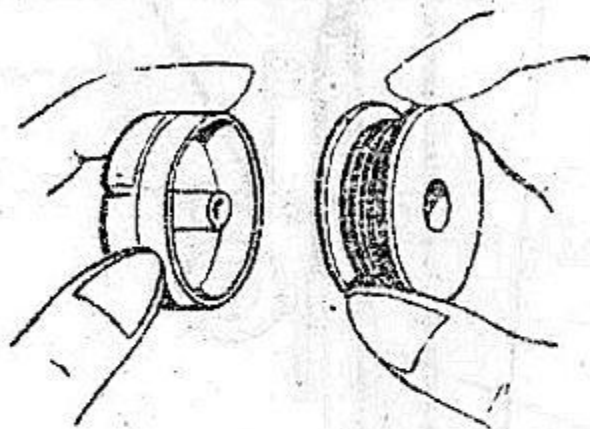

Рис. 5
6.5. Заправка нитки в шпульном колпачке (рис. 5)
Намотанную шпульку берут в правую руку таким образом, чтобы нитка сверху сматывалась слева направо (рис. 5). Берут затем шпульный колпачок в левую руку и поворачивают его открытой стороной к шпулке.